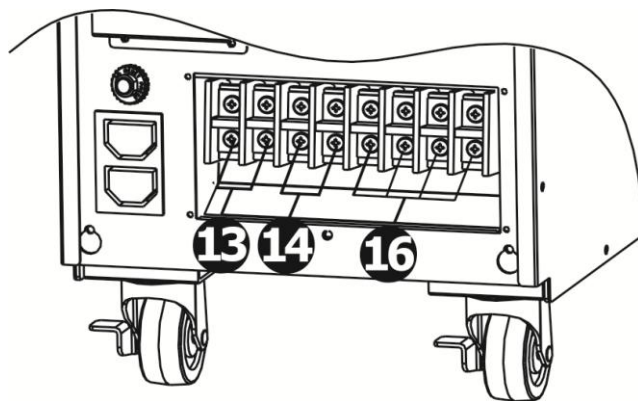
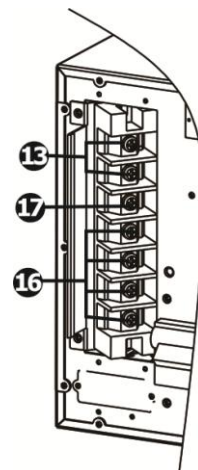

图 4: 10K 输入/输出端子台
图 14: 15K/20K 卧卧式机输入/输出端子台
12. 输出端子(详细请参阅图 4、5、10、12 与图 14)